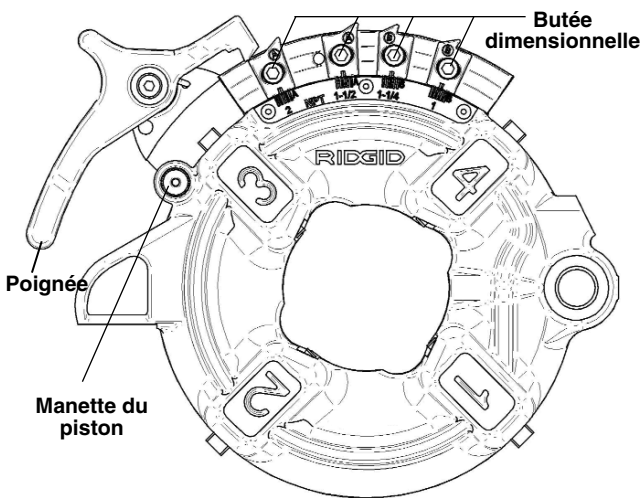

Figure 10 – Tête de filière semi-automatique
Tête de filière à ouverture semi-automatique (*Figure 10*) – Lorsque l'extrémité du tuyau en cours de filetage arrive à fleur de l'extrémité de la filière numéro 1, tapez sur le poignée pour que les filières libèrent le tuyau.
La tête de filière semi-automatique (Figure 10) pour filetages à droite utilise quatre jeux de filières pour couvrir le filetage des tuyaux allant de $\frac{1}{8}$ à 2 po de diamètre. Un jeu de filières est nécessaire pour chacune des sections suivantes : ($\frac{1}{8}$ po), ($\frac{1}{4}$ à $\frac{3}{8}$ po), ($\frac{1}{2}$ à $\frac{3}{4}$ po) et (1 à 2 po). Le filetage des tiges nécessite un jeu de filières spécial pour chaque section de tige. Il n'est pas prévu de filières à boulons pour les têtes de filière universelles à filetage à gauche.
1. Appuyez sur la poignée pour faire reposer la plaque à cames (Figure 10 – tête de filière Modèle 816/817) contre la butée comme indiqué.